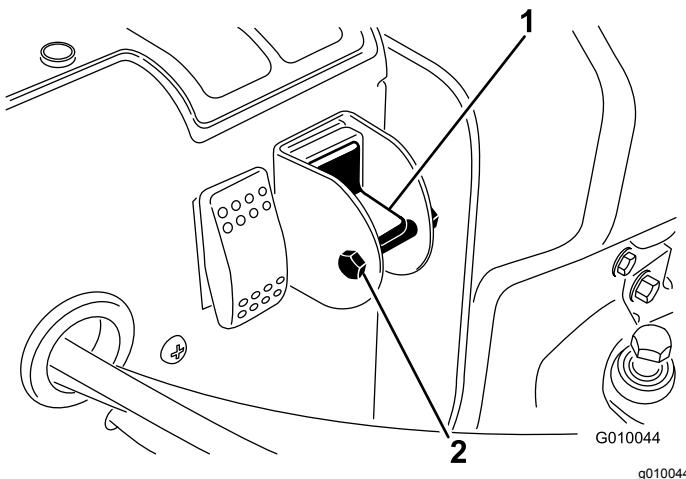

Figura 23
4. Retire o parafuso e a porca de bloqueio do dispositivo seletor (Figura 23).